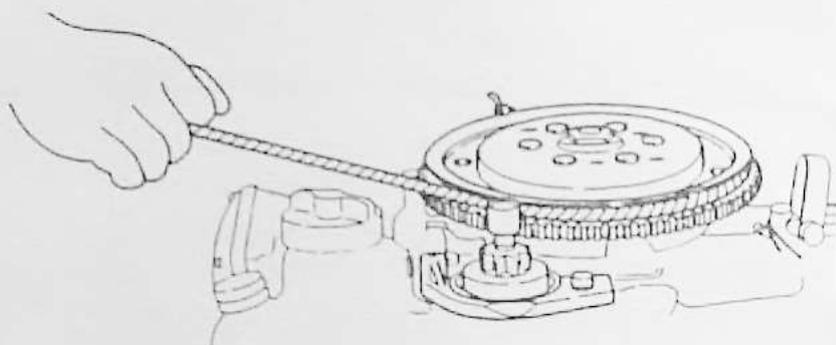

Fig. 11
- Utiliser la corde prévue dans la trousse d'outillage. Placer le nœud et enrouler la corde autour de la poulie comme indiqué sur la Fig. 11.